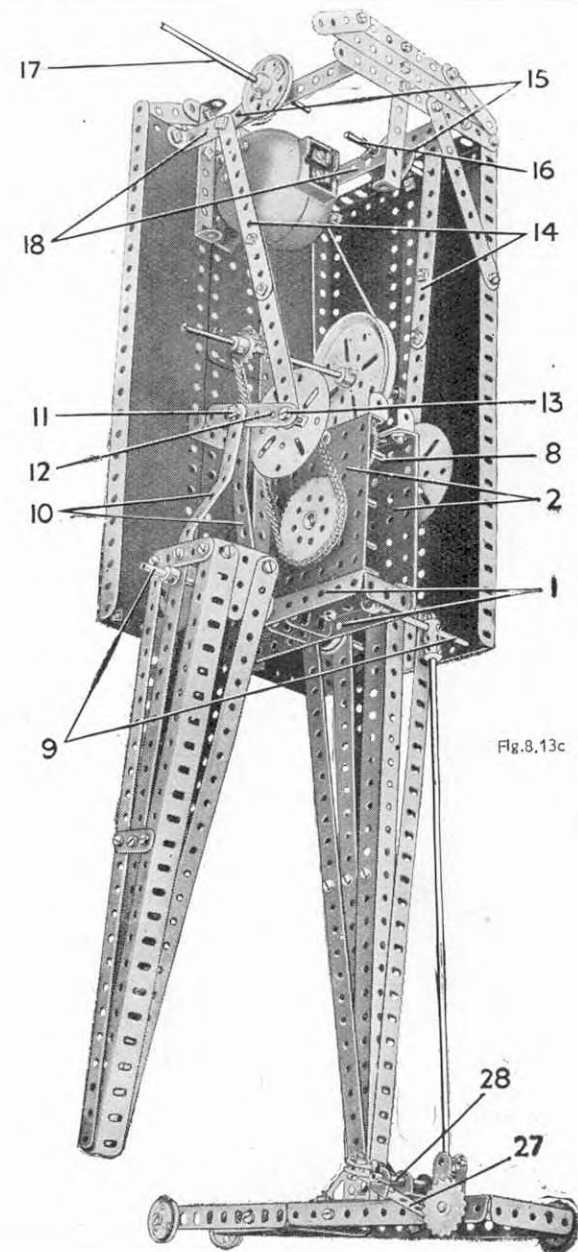

Fig. 8.13c
Un moteur électrique EO20 est boulonné à l'intérieur du corps dans la position montrée sur la Fig. 8.13c, et il actionne par l'intermédiaire d'une courroie de transmission de 25 cm. une poulie de 75 mm. 5 fixée sur une tringle de 16.5 cm. 4. Cette dernière passe dans des supports constitués par un cavalier et par une des bandes de 25 trous qui constitue une partie du côté du corps. Une roue de chaîne de 14 dents montée sur la tringle 4 entraîne, par l'intermédiaire d'une chaîne Galle une roue de chaîne de 36 dents passée sur une tringle de 5 cm. (6) qui porte aussi un pignon de 19 dents. Ce dernier engrène avec une roue de 57 dents montée sur une autre tringle de 5 cm. (7) qui à son tour porte un autre pignon de 19 dents qui engrène avec une roue de 57 dents, passée sur une tringle de 9 cm. (8). La tringle 8 est maintenue dans ses supports par deux bagues d'arrêt, et elle est munie à chacune de ses extrémités d'un plateau central (Fig. 8.13c).
Les jambes sont constituées chacune par trois cornières de 25 trous; une quatrième est formée par deux bandes de 25 trous. Elles sont toutes reliées à leurs extrémités supérieures par des bandes de 5 trous et des embases triangulées plates. Elles pivotent sur les tringles 9 qui passent dans les bandes de 25 trous 10 (Fig. 8.13c), incurvées et disposées comme le montre la figure. Une bague d'arrêt et une roue à boudin de 19 mm. empêchent les jambes 9 de glisser latéralement sur les tringles. Les bandes 10 sont fixées sur une bande de 6 trous 12 à l'aide d'une bague de 12 mm. 11 qui leur permet de pivoter; ce boulon passe dans le troisième trou de la bande. L'autre extrémité de la bande 12 pivote sur le boulon pivot 13 et une clavette sert à empêcher le jeu latéral de la bande. Les extrémités intérieures des deux tringles 9 tournent dans les trous centraux des cornières de 11 trous 1, et leurs extrémités extérieures dans les trous centraux des bandes de 11 trous fixées au bas du corps.